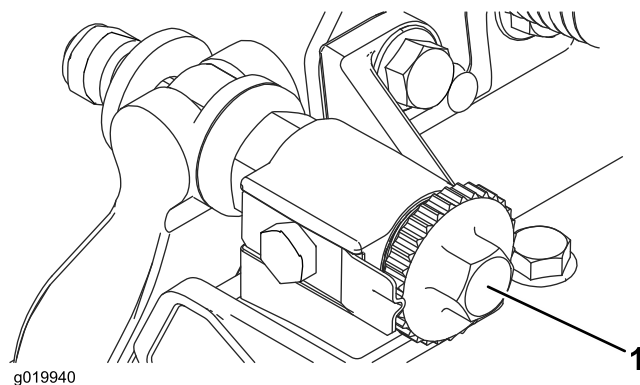

図 31
1. ベッドナイフ調整ノブ図 31を左に回して、ベッドナイフとリールの接触を完全になくす。